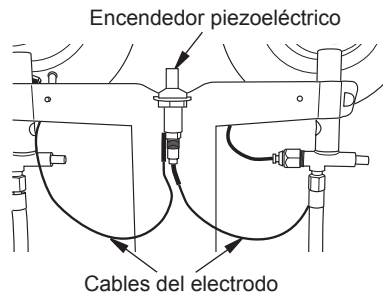

Figura 4 - Conexión de los cables del electrodo al encendedor piezoeléctrico
5. Conecte los cables del electrodo al encendedor piezoeléctrico como se muestra en la figura 4.